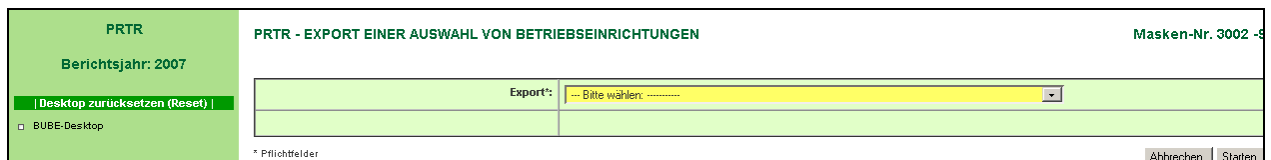

Abbildung 4: Formularmaske PRTR – Export einer Auswahl von Betriebseinrichtungen (Masken –Nr. 3002 –S)
- Es öffnet sich die Formularmaske **PRTR – Export einer Auswahl von Betriebseinrichtungen** (Masken-Nr. 3002 –S) (Abbildung 4).